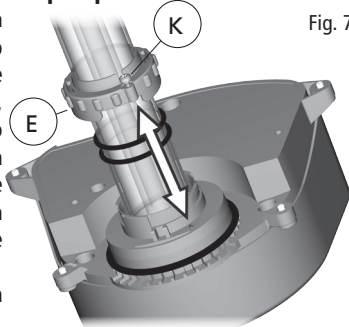
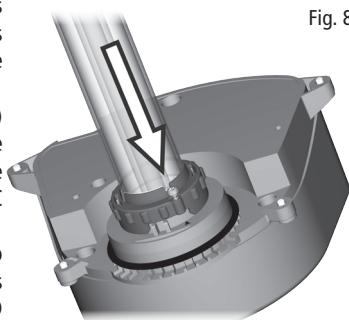
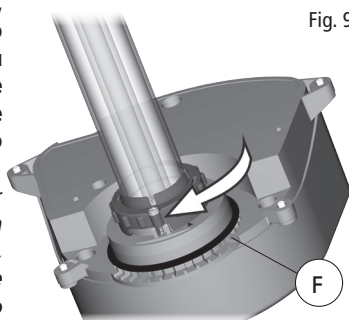

Fig. 7
Fig. 8
Fig. 9
- 7) Assim que a Manga de quartzo for retirado, puxe a lâmpada UV-C (B) do suporte da lâmpada (se não for o primeiro arranque) e substitua-a por uma nova. **AVISO - NÃO TENHA OBSERVAR A LÂMPADA QUANDO ESTIVER ACESA!** A exposição directa à luz ultravioleta pode ser prejudicial para os olhos e para a pele. Não teste a lâmpada UV-C sem o filtro estar totalmente montado e fechado. **IMPORTANTE** – Utilize apenas peças sobresselentes originais da Laguna. Consulte a Lista de peças sobresselentes para a identificação correcta do número da peça.
- 8) Coloque a Manga de quartzo (C) e os dois O-rings (D) novamente na respectiva posição original. Recomenda-se lubrificar os O-Rings com um lubrificante adequado. **IMPORTANTE** – O Amortecedor da lâmpada (Y) no interior da manga de quartzo deve ser colocado entre a lâmpada e a parte inferior da manga de quartzo. Não o retire. **IMPORTANTE** – Os dois O-rings (D) da manga de quartzo (C) têm de ser substituídos sempre que a unidade for aberta.
- 9) Coloque a flange de retenção (E) na posição original. Simplesmente alinhe o parafuso com a seta e pressione a flange em direcção à cabeça UV-C e, em seguida, rode a Flange de Retenção aproximadamente 30 graus para a esquerda em direcção ao parafuso de segurança (K). Neste momento aperte a Flange de Retenção com o parafuso de segurança (K) (Fig. 7 - Fig. 8 - Fig. 9).
- 10) Verifique para garantir que a Manga de quartzo (C) não está danificada. Verifique se todos os componentes estão presentes e se foram montados correctamente. Se tiver dúvidas, consulte o seu representante da Laguna.
- 11) Coloque novamente a cabeça UV-C (A) na tampa do filtro (G), certificando-se de que o O-ring interior (F) está devidamente colocado antes de fixar a cabeça UV-C com os parafusos (J).
- 12) Fixe a cabeça UV-C (A) à tampa do filtro colocando novamente os 4 parafusos anti-perda na Cabeça UV-C (J). **AVISO – Risco de electrocussão: Antes de ligar a lâmpada, certifique-se de que TODOS os O-Rings estão novamente na posição original, TODOS os parafusos estão apertados e a unidade não sofreu danos. Antes de ligar a unidade à fonte de alimentação, efectue o Teste de humidade do filtro (consulte abaixo).**